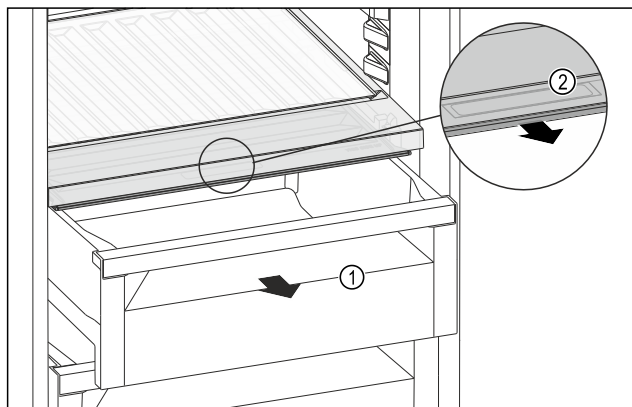

Fig. 203
- Estrarre il cassetto Fig. 203 (1).
- Afferrare la maniglia incassata Fig. 203 (2) sul coperchio dello scomparto e tirare allo stesso tempo in avanti il coperchio dello scomparto.